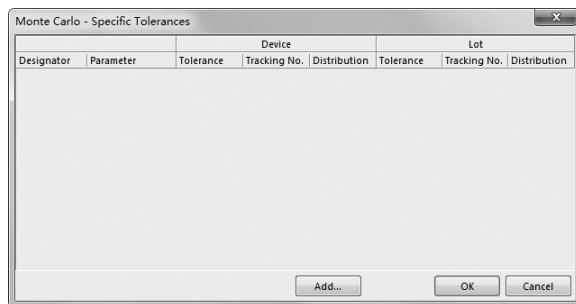

图 12-16 特定容差设置对话框
- “Specific Tolerances”：特定元器件的容差，用于定义一个新的特定容差，单击后面的 `0 defined...` 按钮，将打开如图 12-16 所示的对话框。